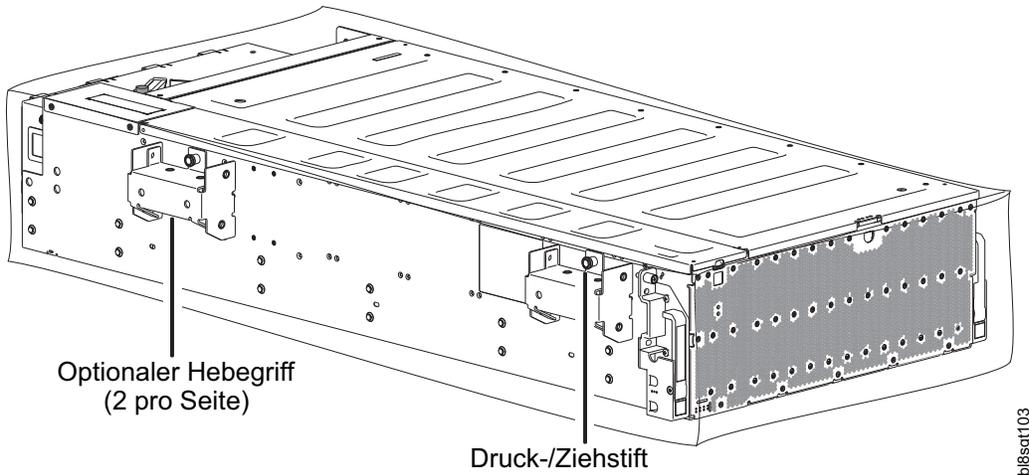

Abbildung 24. Auspacken des Modells 106 mithilfe der Hebegriffe
- >> Beachten Sie Abb. 24 auf Seite 31 sowie die Hinweise unter VORSICHT über und unter der Abbil-